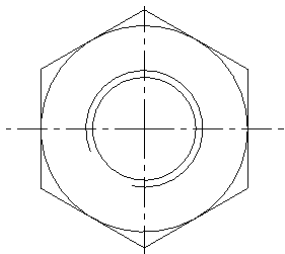

图 3-138 外切方式绘制多边形
② 在主菜单中选择“绘图”|“画多边形”命令，或直接从“基本绘图”工具栏内单击“矩形”下拉按钮，在弹出的子菜单中单击“画多边形”按钮，系统将弹出“多边形选项”对话框。
③ 根据系统提示，选择与中心线相交的交点作为绘制多边形的基准点。在对话框中输入多边形的边数为 6，假想圆的半径为 50，选择外切于假想圆，再单击对话框中的“应用”按钮，绘制的多边形如图 3-138 所示。